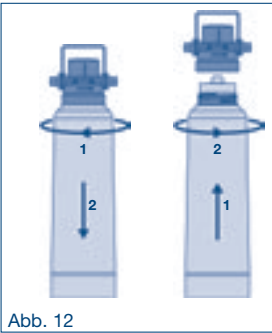

Abb. 12
- Filterkerze im Uhrzeigersinn aus dem Filterkopf herausdrehen (siehe Abb. 12). Der Filterkopf lässt sich zur Vereinfachung der Filterkerzen-Demontage in der Filterhalterung um 90° schwenken.
- Neue Filterkerze installieren (siehe Abb. 12).